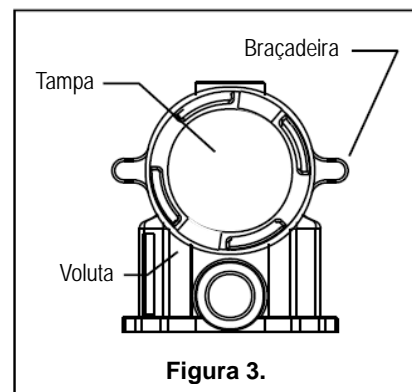

Figura 3.
- a. Certifique-se de que o anel tipo O-ring da tampa esteja apropriadamente posicionado. Assente a braçadeira e a tampa, e depois gire no sentido horário até as alças ficarem perpendiculares às portas de entrada/saída; consulte a Figura 3.